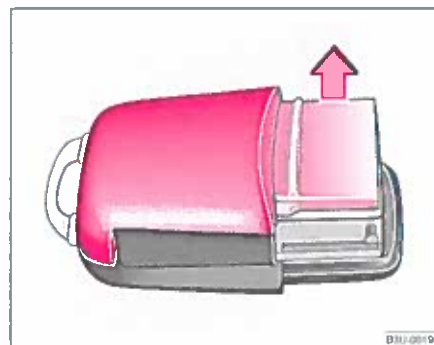

Fig. 20 Senderhusets dæksel
- Tag senderhusets dæksel ⇒ side 36, fig. 20 af i pilens retning.